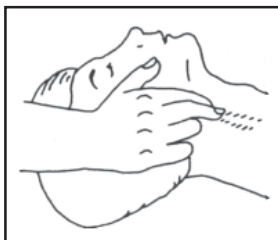
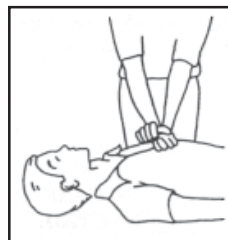
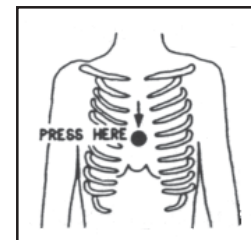

Figura 3
Figura 4
Figura 5
- Comprobar el pulso del accidentado (**Figura 3**), Si no tiene pulso, comenzar masaje cardíaco inmediatamente (**Figura 4**), comprimir el esternón cerca del centro del tórax (**Figura 5**).